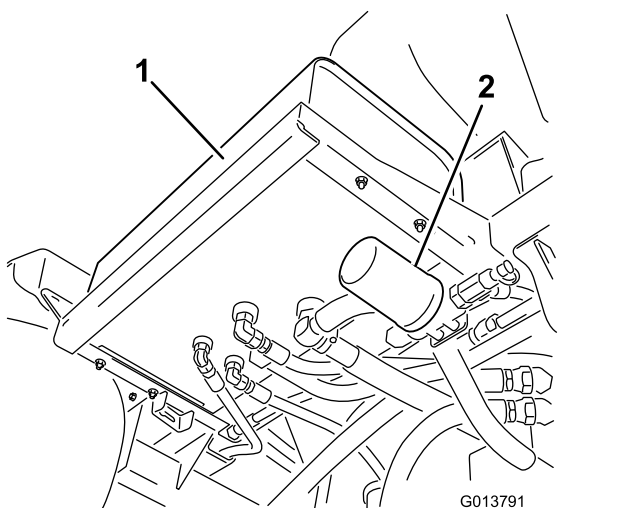
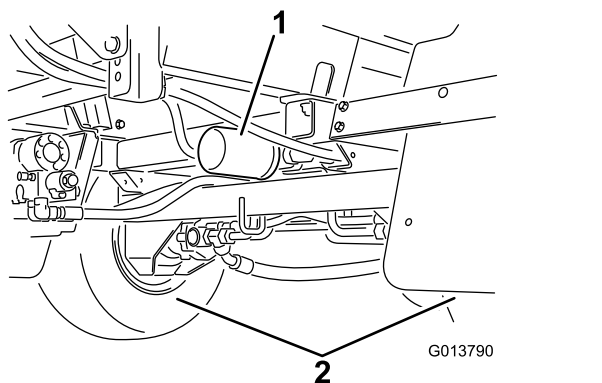

图 97
图 98
2. 找到机器上的两个液压油过滤器 图 97 和 图 98。